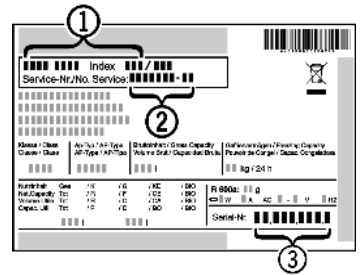

Fig. 54
- ▶ Identificați denumirea aparatului Fig. 54 (1), numărul de service Fig. 54 (2) și numărul de serie Fig. 54 (3) pe marca de fabricație. Marca de fabricație se află pe partea stângă în interiorul aparatului.